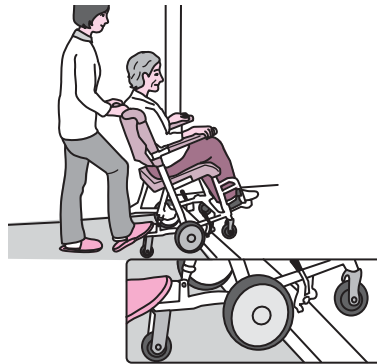

図 7-35 6輪タイプの段差乗り越えイメージ
- 直進性と段差対応の双方に優れるタイプです。（図 7-35）